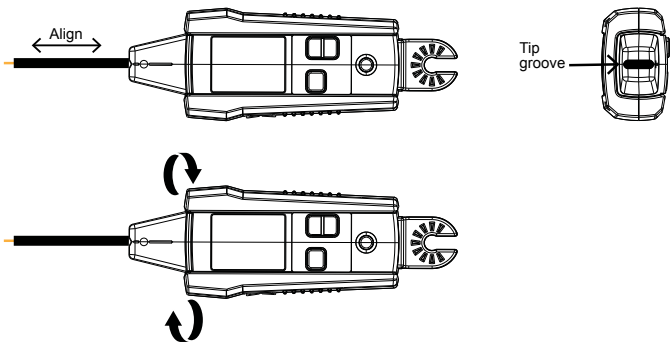

图3.1e：对准探针传感器凹槽
3. 为了在跟踪带电导线时获得最佳效果，将探针传感器上凹槽对准导线方向，如图3.1e所示。如果对齐不当，可能检测不到信号。为检验线缆方向，定期将接收器旋转90度。当线缆与探针传感器凹槽对齐时，信号强度最大。根据被检测信号的不同，接收器自动切换到带电⚡或不带电⚡模式，并在LCD屏幕上显示该信息。无需手动设置。